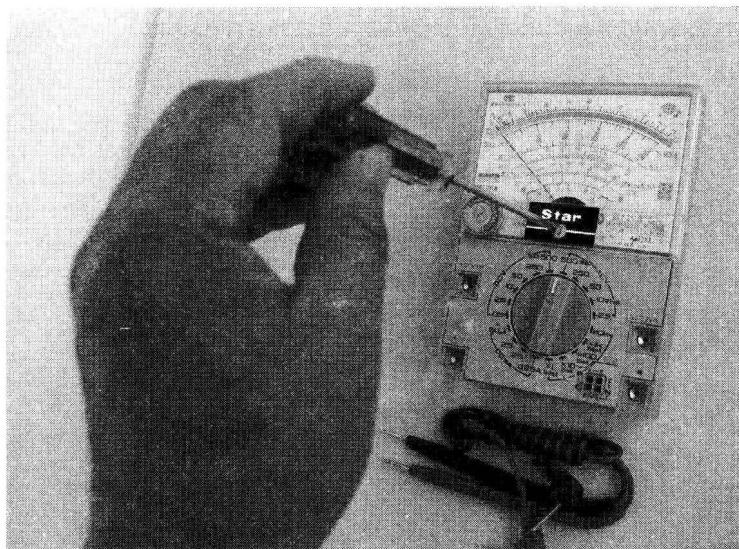

图 1-5 万用表指针调零
- (1) 按表盘标注的放置方式符号放置万用表。
- (2) 万用表使用前要认真核对指针是否指在刻度左端的零点，如果偏离，可用小号一字螺钉旋具（俗称螺丝刀、改锥）调节表盘罩下中部的机械调零旋钮，如图 1-5 所示。
- (3) 新购置的万用表使用前应打开电池盒盖，正确地装好电池，